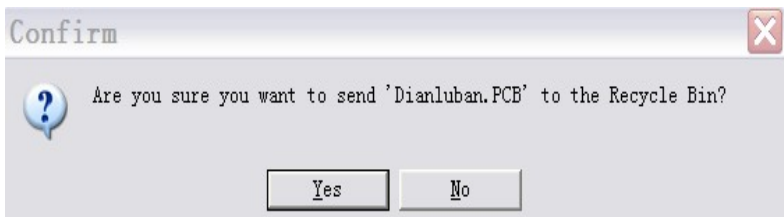

图 1-7 确认删除对话框
(1) 将文档放入设计数据库回收站 Recycle Bin:
① 关闭 Dianluban.PCB 文件。
② 将光标移到 Dianluban.PCB 文件图标上, 单击鼠标右键, 在弹出的快捷菜单中选择 Delete 命令, 系统将弹出 Confirm(确认)对话框, 如图 1-7 所示, 单击 Yes 按钮, 则将文档放入设计数据库回收站(Recycle Bin)。